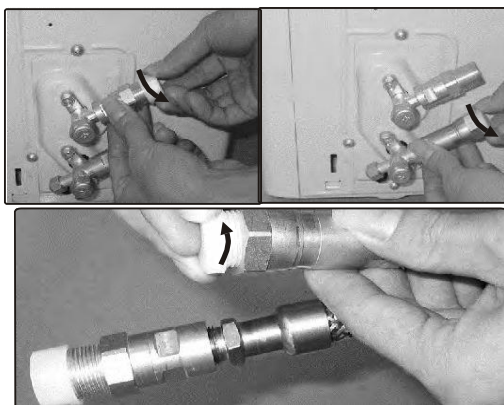

Fig.6.2
2. No retire los sellos de plástico de la unidad exterior ni los tubos refrigerantes apropiados, hasta inmediatamente antes de conectarlos, fig. 6.2